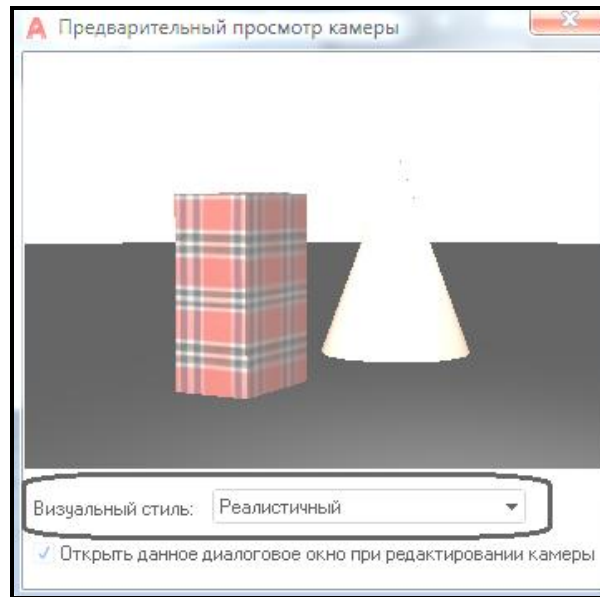

Рисунок 3.168 – Видяд вікна **Предварительный просмотр камеры**
1. Натиснути кнопку миші на зображенні ікони камери. У результаті з'явиться вікно **Предварительный просмотр камеры (Camera Preview)**, у якому можна бачити об'єкти сцени, що реалістично відображаються (рис. 3.168).